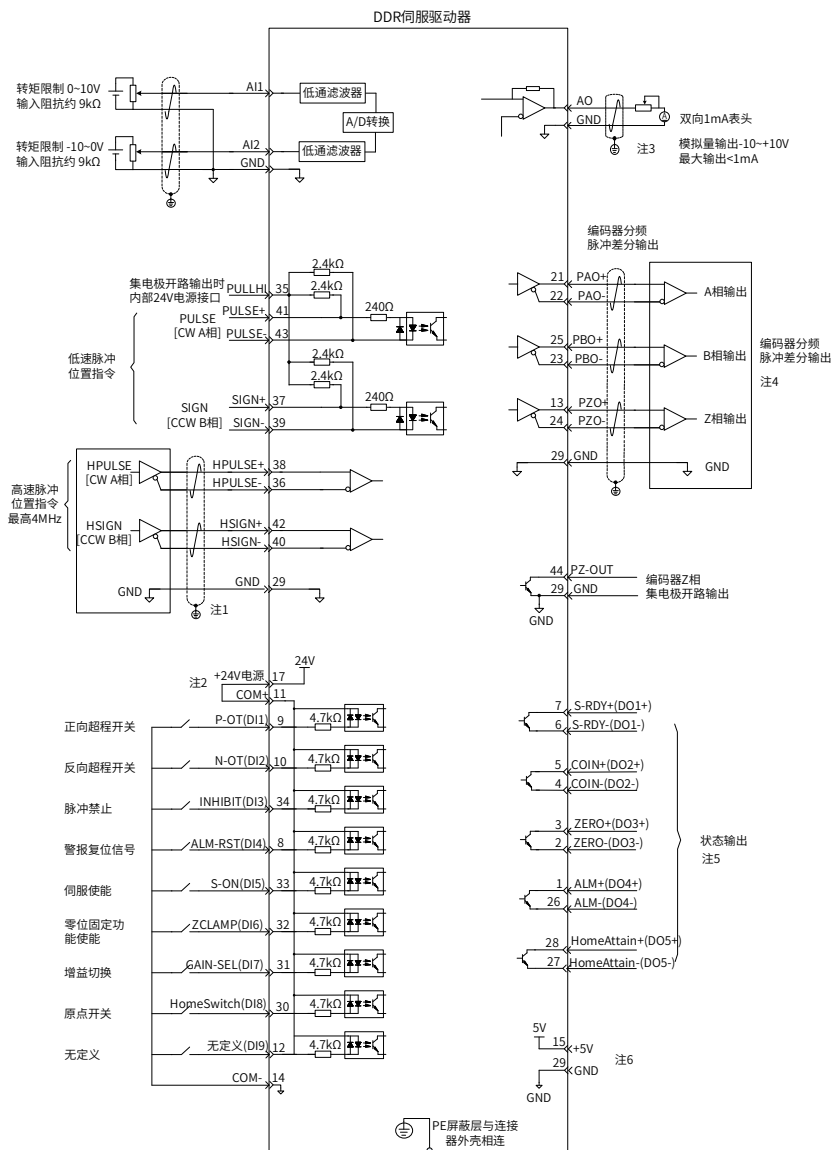

图 4-2 位置模式配线图
- 4) 参考图 4-2 配线说明连接 CN1 端子中的脉冲方向输入和脉冲指令输入以及必要的 DI/DO 信号，如驱动器使能，定位完成信号等；